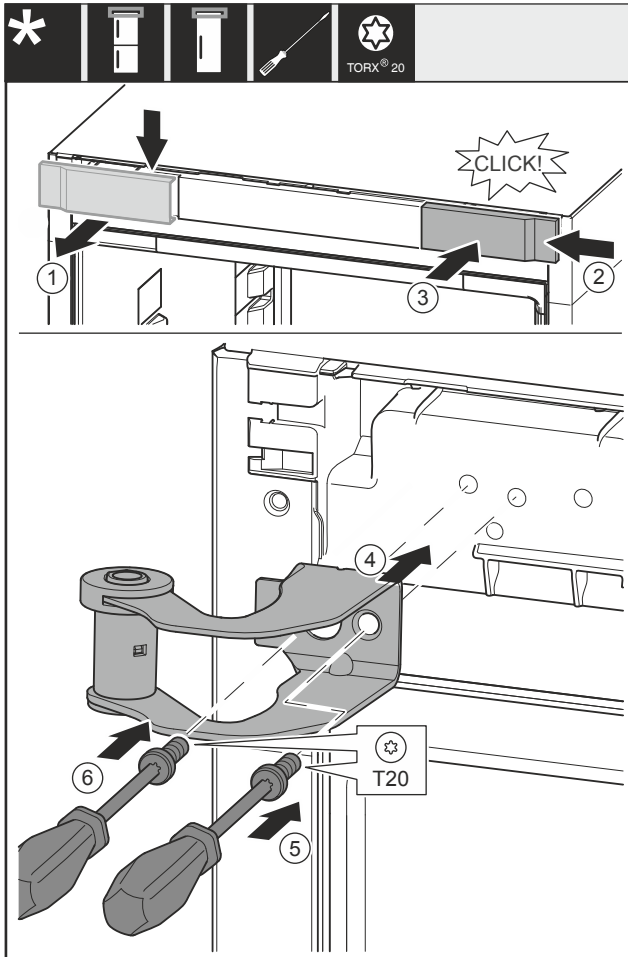

Fig. 20
- ▶ Снимите крышку Fig. 20 (1) сверху вперед.
- ▶ Навесьте крышку Fig. 20 (2), повернув ее на 180°, справа с другой стороны.
- ▶ Зафиксируйте крышку Fig. 20 (3).
- ▶ Установите верхний опорный кронштейн Fig. 20 (4).
- ▶ Затяните винт Fig. 20 (5).
- ▶ Затяните винт Fig. 20 (6).